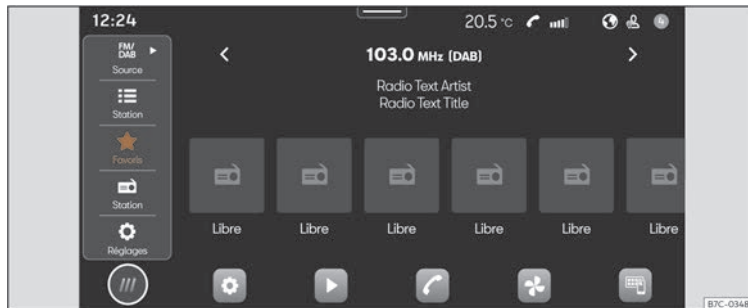

Fig. 156 Représentation schématique : Vue Radio.
- Appuyez sur **ACCUEIL** > > >>> **fig. 156**.